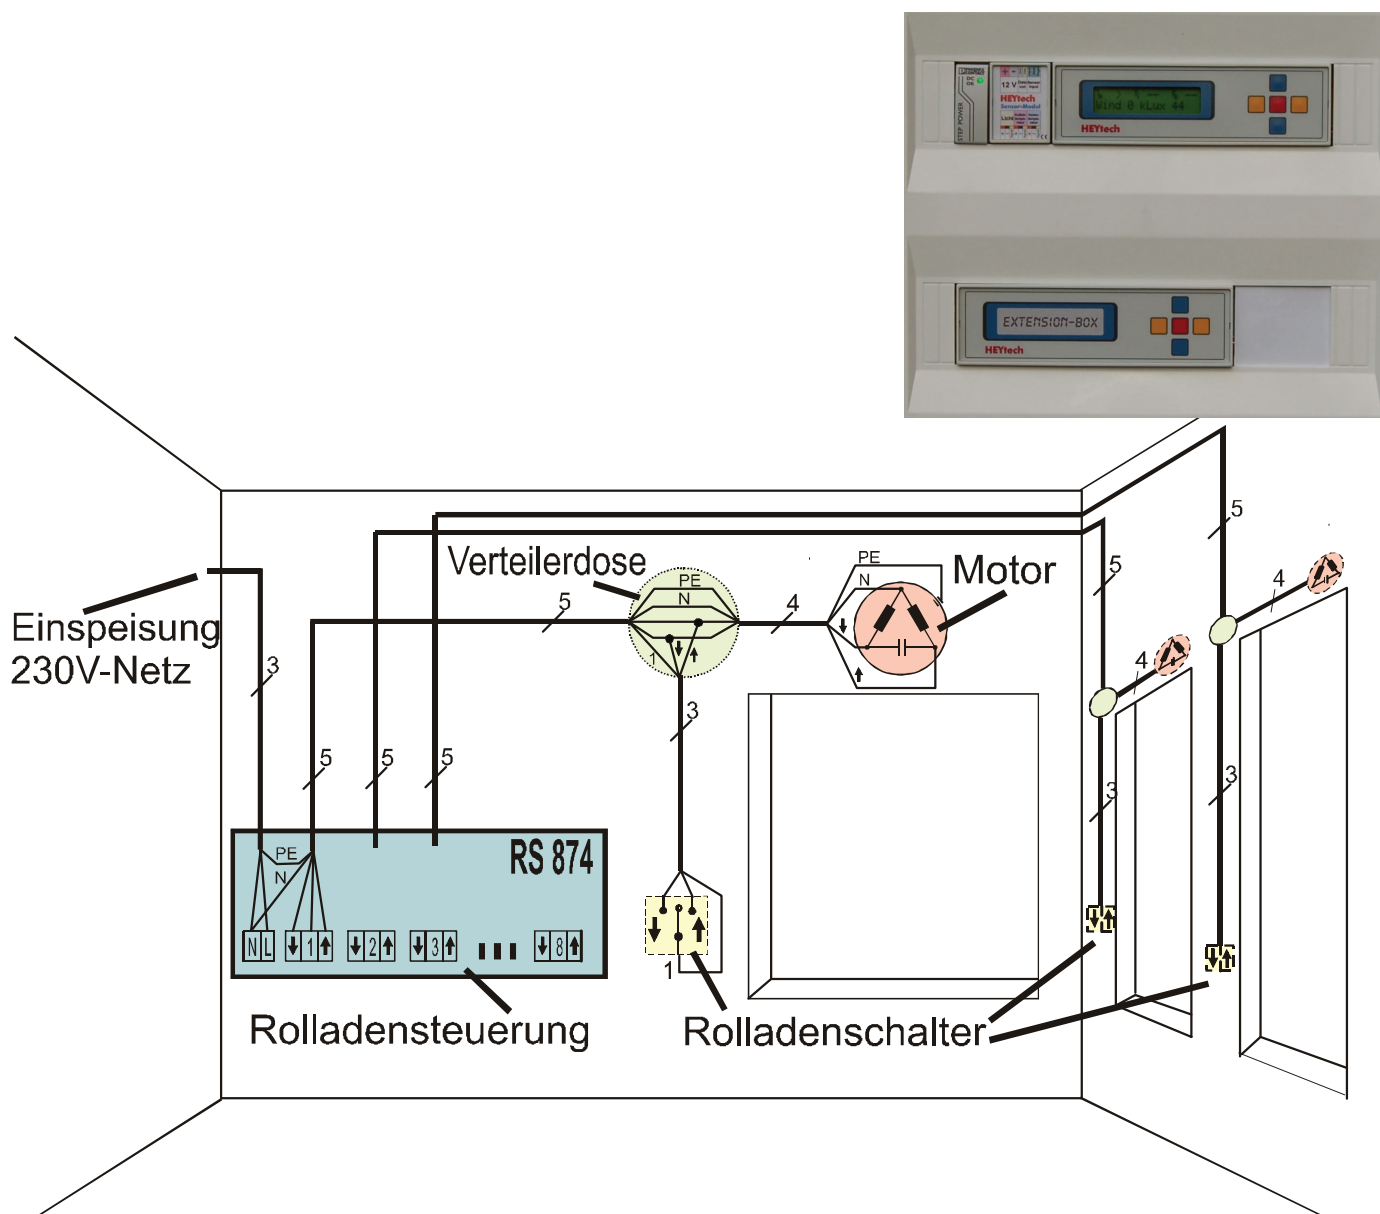

Abbildung 9: Leitungsführung
- Beachten Sie die in den Abbildungen 1 bis 7 dargestellten Anschlussbilder. Die Leitungsführung erfolgt zweckmäßig gemäß Abbildung 9, Seite 21.